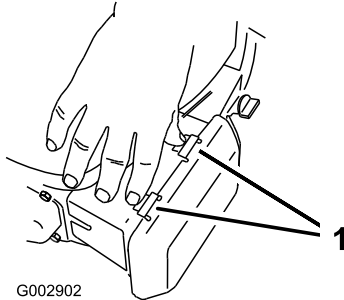

Figura 40
1. Presione hacia abajo los cierres de la parte superior de la tapa del filtro de aire (Figura 40).